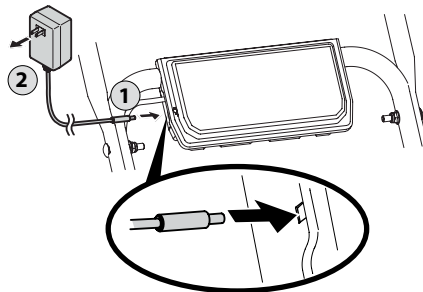

Figura 6-6
1. Quite el sello de la tapa y enchufe el cargador de la batería en el orificio de entrada del lado del alojamiento de la batería. Consulte la Figura 6-6.